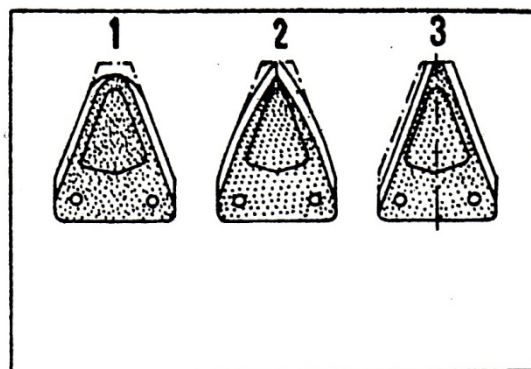

Bild 18.
- Skäreppans spets får inte rundas av (bild 18, position 1).
- Skäreppans profil får inte slipas i bågform (bild 18, position 2).
- Skäreppans profil måste slipas symmetriskt (bild 18, position 3).